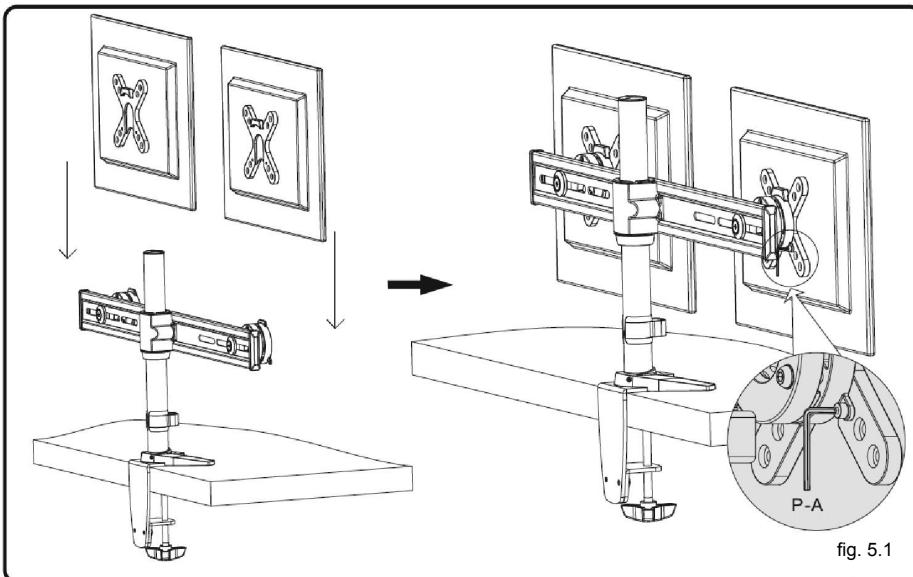

fig. 5.1
- Zaczep dwa monitory z zamontowanymi uchwytami mocującymi na dwóch płytach poziomego wspornika równocześnie z pomocą drugiej osoby, jak pokazano na rys. 5.1.
- Przykręć monitory czterema śrubami za pomocą klucza imbusowego 3 mm, jak pokazano na rys. 5.1. Nie przekręcaj śrub!
- With the help of a second person, simultaneously hook the two displays with adapter brackets onto the two plates of the horizontal support assembly as shown in fig 5.1.
- Secure the displays with four screws using a 3mm Allen key as shown in fig.5.1. Do not overtighten!